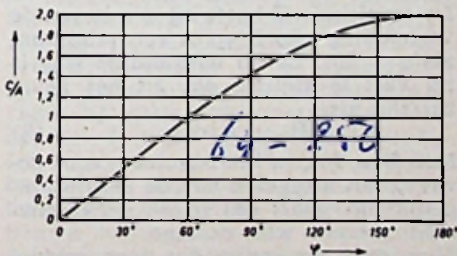

Fig. 3 - AMPLITUDEVERHOUDING C/A als functie van de fazehoek φ .
Zo is het in geval b. mogelijk, door meting van de uitgangsamplitude A en de verschilamplitude C, het fazeverschil tussen de uitgangssignalen van de beide kanalen te bepalen. In fig. 3, is voor de verhouding C/A, de bijbehorende fazehoek in een grafiek uiteengezet.
Als dus met de balansregelaar voor beide uitgangen amplitudegelijkheid is ingesteld, kan men de fazehoek φ uit de verhouding van de verschilamplitude C tot de afzonderlijke amplitude A uit de grafiek van fig. 3 bepalen of (voor rekenaars) uit formule 1 berekenen.
Allereerst wordt, met doorverbonden ingangen en gemiddelde sturing, door meting van de uitgangssignalen U_1 en U_2 vastgesteld of er amplitudeverschil is. De balansregelaar staat daarbij in de middenstand. Aanzienlijke afwijkingen van de amplitudegelijkheid dienen door wijziging van de daarvoor in aanmerking komende onderdelen opgeheven te worden. Vervolgens wordt de voltmeter volgens fig. 1a als verschilmeter geschakeld. Blijkt nu over het gehele frequentiegebied de verschilamplitude C gelijk nul te zijn, dan is de versterker volkomen in orde. In het algemeen zal men echter één der gevallen a., b. of c. ontmoeten. Gelukt het door geringe verdraaiing van de balansregelaar de verschilspanning C op nul te brengen, dan heeft men met geval a. te doen. In de praktijk zijn verschillen tot ± 2 dB nauwelijks merkbaar, bereikt men echter de waarde $C = 0$ niet (geval b. of c.), dan moet de balans net zo lang worden bijgesteld, tot van beide kanalen de uitgangssignalen even groot zijn; men heeft dan het geval b. bereikt en de amplitude A verkregen. Zonder verandering van de stuurspanning of van de versterking wordt nu de voltmeter opnieuw als verschilmeter geschakeld en de verschilamplitude C afgelezen. Volgens vergelijking (1) kan men nu het fazeverschil berekenen of uit fig. 3 de bij de verhouding C/A behorende hoek φ bepalen.
Bepalen we de hoek uit fig. 3, dan dienen we de verhouding C/A te weten.